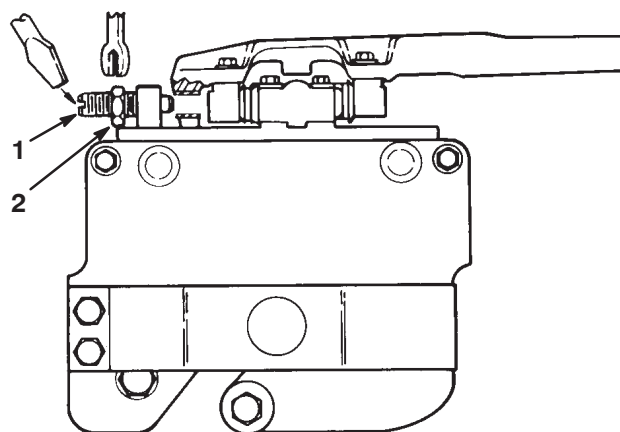
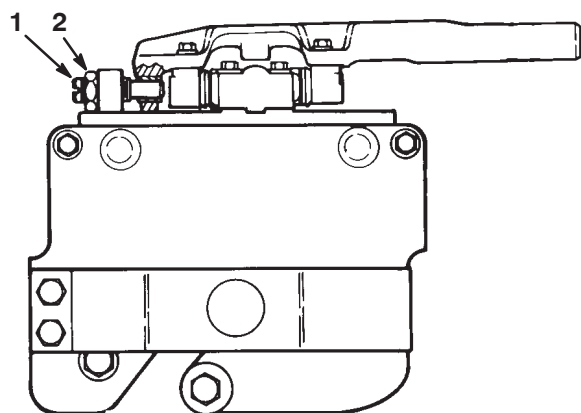

Bild 14
Bild 15
1. Lassen Sie den Motor an und senken Sie die Mähwerke auf eine ebene Fläche ab, z. B. eine Spanplatte von 3/4 Zoll oder 1 Zoll (Mindestgröße 20 Zoll x 30 Zoll). Stellen Sie den Motor ab und ziehen Sie den Zündschlüssel ab. Arretieren Sie die Mähwerke in der fixierten Stellung. Lösen Sie hierfür die Klemmmutter am Arretierstift (Bild 14) und schrauben Sie einen Schraubstift in das Loch am Dreharm (Bild 15). Ziehen Sie die Mutter fest, um die Einstellung zu arretieren. Heben Sie die vorderen Rollen an, sodass sie die ebene Fläche nicht berühren.
5. Lösen Sie die Arretierstift, sodass das Mähwerk frei schweben kann (Bild 14).
1. Arretieren Sie jedes Mähwerk in der fixierten Stellung (siehe Mähwerkausrichtung, Bild 15). Stellen Sie die Spindel zum Untermesser und die Schnitthöhe ein.